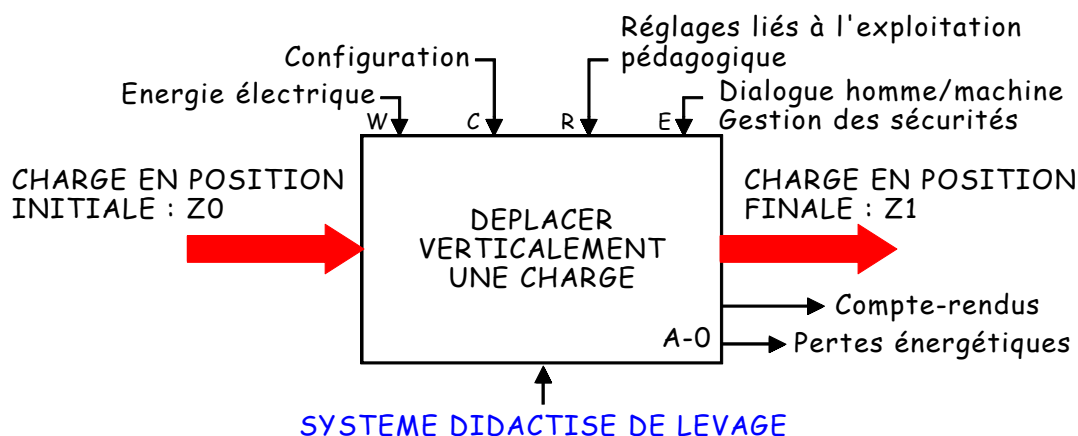

Fig. 8
- 1.1.1. - Le diagramme figure 8 (page suivante) de niveau A - 0, représente la **fonction globale** du système. Préciser : la fonction globale du système ; la matière d'œuvre présente en entrée ; la matière d'œuvre présente en sortie (sortie principale) ; le support d'activité.